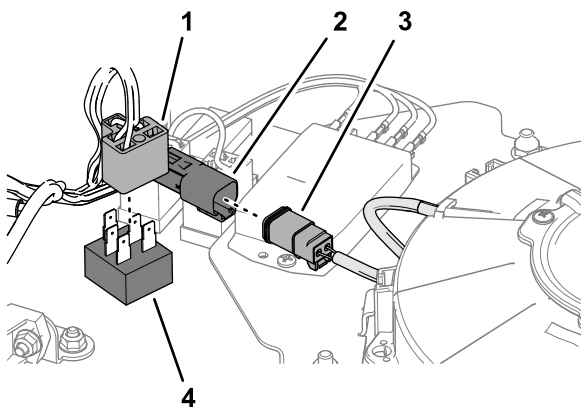

Figura 10
4. Ligue o conector de cinco pinos do interruptor da ventoinha ao conector de cinco tomadas da cablagem do kit (Figura 10).
- Ligue o conector de dois pinos da cablagem do kit ao conector de duas tomadas da cablagem da ventoinha de arrefecimento (Figura 10).